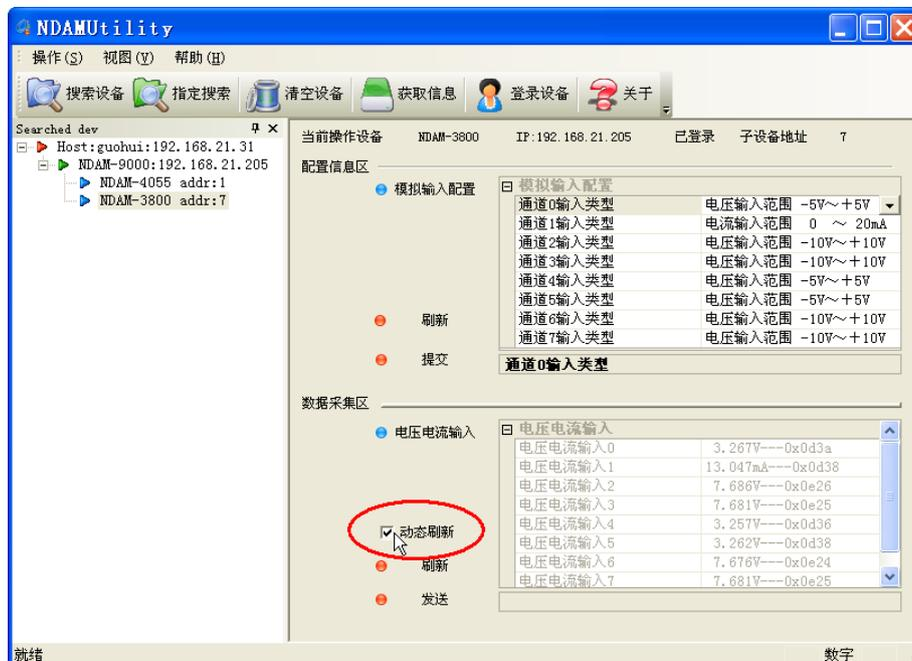

图 3.7 数字量输入
- ⑥ 根据输入接线说明，将需要测量的信号接入到相应通道。
- ⑦ 通过显示窗口读出各通道的值，可以将“动态刷新”前的复选框选中，如图 3.7 所示进行数据动态刷新（刷新时间间隔 1 秒）来监测测量结果。